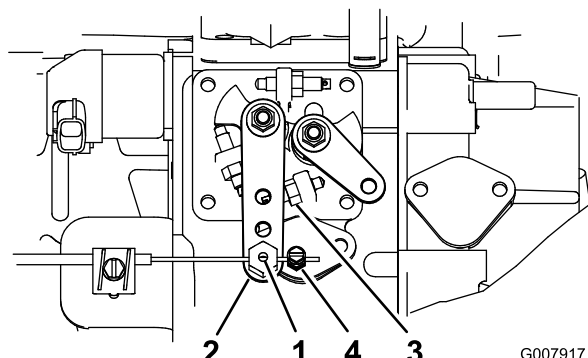

Figura 63
2. Afloje el conector del cable del acelerador, en el cable del acelerador, junto a la palanca de la bomba de inyección (Figura 63).
3. Sujete la palanca de la bomba de inyección contra el tope de ralentí alto (Figura 63).